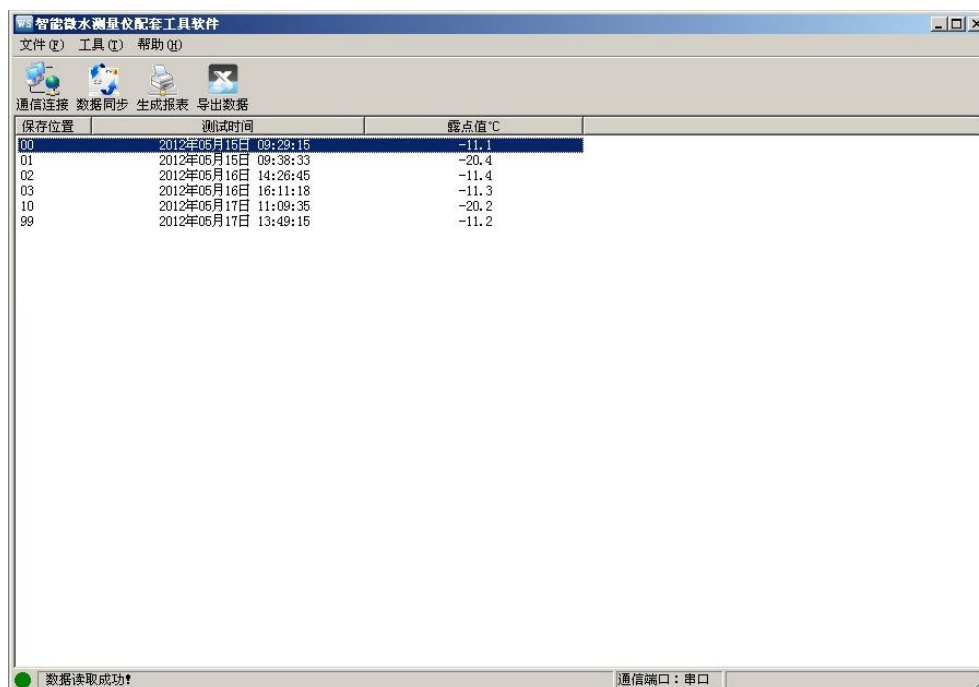

图 19 数据同步
- ①仪器开机后没有进入计算机通信界面；
- ②USB 数据线或串口数据线连接不稳定；
③使用 USB 数据线，但 USB 驱动程序没有正确安装；
④安装 USB 驱动程序后，没有重新拔插 USB 数据线。
(4)数据同步。点击“数据同步”按钮，读取仪器中的测量数据。在读取数据时，状态栏的右下角位置显示当前读取数据的位置，读取数据时只读取该位置的有效数据。读取完毕状态栏显示“数据读取成功”，此时光标停留在测量列表的最下方，窗口右方对应的值为光标所在位置的测量数据，如图 19 所示。